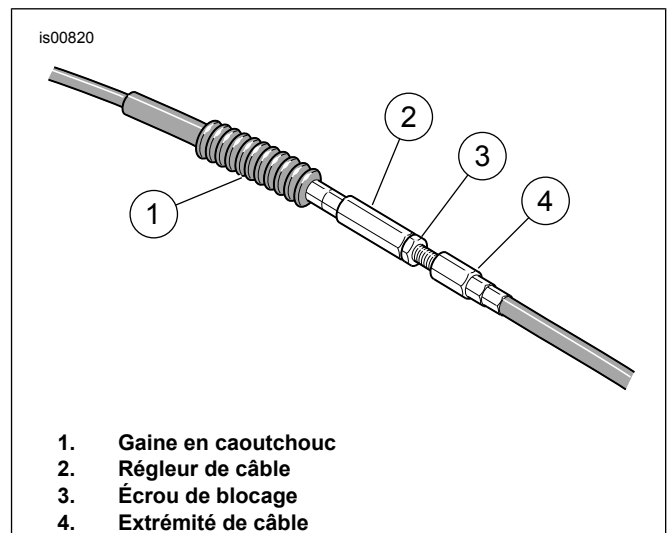

Figure 1. Régleur du câble d'embrayage
1. Voir Figure 1 . Faire glisser la gaine en caoutchouc (1) hors de l'ensemble du régleur de câble de l'embrayage (2). Le régleur est situé environ au milieu du câble d'embrayage près du tube descendant de cadre avant.
8. Voir Figure 1 . Séparer le réglleur de câble de l'écrou de blocage jusqu'à ce que le mou du levier de guidon soit éliminé. Retirer la virole du câble d'embrayage du support du levier d'embrayage pour mesurer le jeu.